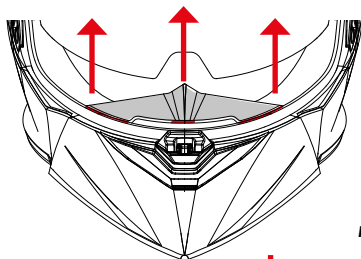

FIGURA 15
**CUBRE - NARIZ** — Figura 15/16**Extracción** — Figura 15